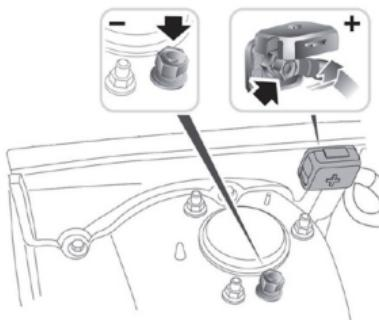

Рисунок 4.1
**ВНИМАНИЕ: НЕ ПРОВОДИТЕ ПРОВЕРКУ ЧЕРЕЗ РАЗЪЁМЫ БЫСТРОГО СТАРТА.** Для моделей, в которых батарея находится под сиденьем или в багажнике, производитель обычно размещает штыри разъема для запуска от внешнего источника под капотом (см. Рисунок 4.1). Однако для обеспечения точности данных **НЕ ПОДКЛЮЧАЙТЕ ТЕСТЕР К РАЗЪЁМАМ БЫСТРОГО СТАРТА.**